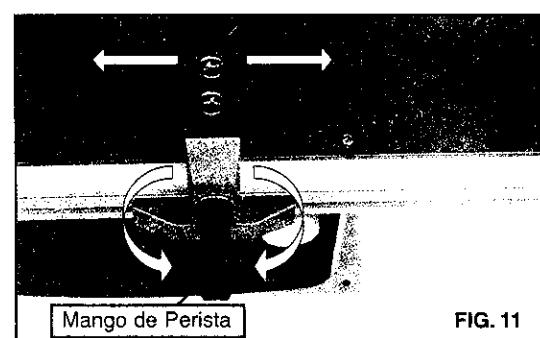

FIG. 11
b. Cambiar la cerca en la dirección del aguja de reloj para incrementar la presión de abrazadera, contra la dirección del aguja de reloj para disminuir la presión de abrazadera (Ver Fig.11)
c. Despues de girar hacia la dirección del aguja de reloj, deslizar rasgon perisca para la posición deseada sobre el caril (Ver Fig 11)